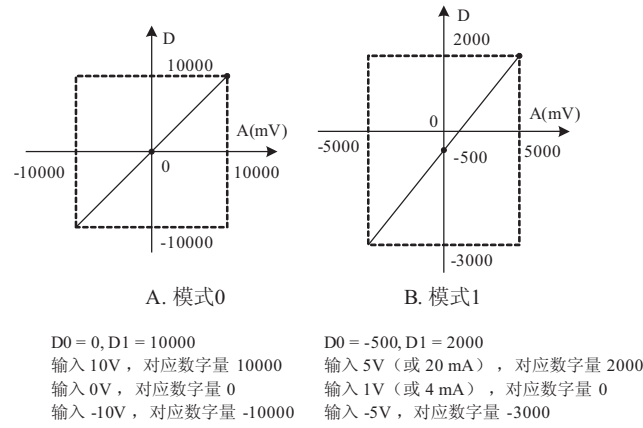
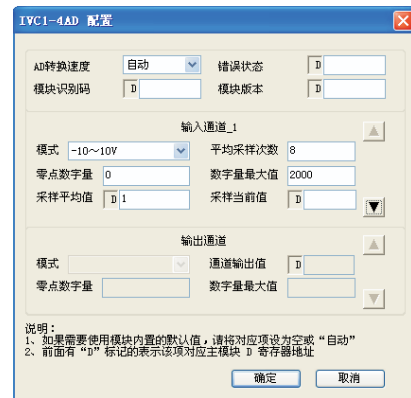
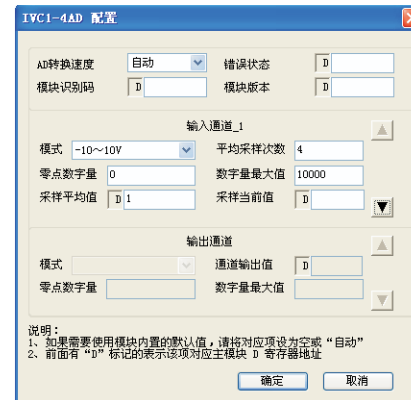
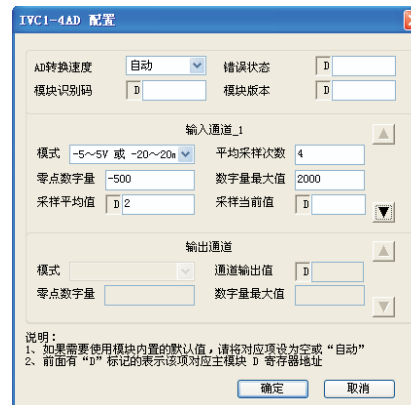

图 3-3 特性更改举例
图 4-2 一号通道设置界面
图 4-5 通道一属性设置
图 4-6 通道二属性设置
IVC1-4AD 与主模块之间通过通讯缓冲区 (BFM) 交换信息。用户在后台软件的 IVC1-4AD 配置界面上作了相应设置后, 主模块会自动将信息写入 IVC1-4AD 的缓冲区, 由此对 IVC1-4AD 的状态进行设置。主模块会自动将 IVC1-4AD 上报的信息显示在后台软件界面上, 见图 4-2~图 4-6。
8. BFM#4094: 模块软件版本信息单元。自动显示在后台软件的 IVC1-4AD 配置界面上的**模块版本**栏, 见图 4-2。
若更改通道的 D0、D1 数值, 即可更改通道特性, D0、D1 可在 -10000~+10000 之间任意设定, 若设定值超出此范围, IVC1-4AD 不会接收, 并保持原有有效设置, 图 3-3 为特性更改举例, 请参考。
例: IVC1-4AD 模块地址为 3 (扩展模块的编址方法, 参见《IVC 系列可编程控制器用户手册》), 平均值点数设为 4, 下例实现图 3-3 中的特性更改, 其中第 1 通道实现图中 A 特性, 第 2 通道实现图中 B 特性, 第 3、4 通道关闭, 并且用数据寄存器 D1、D2 接收平均值转换结果。通道设置方法如图 4-5 和图 4-6 所示。进一步详细说明参见《IVC 系列可编程控制器编程参考手册》。